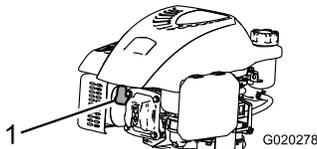

Figure 27
2. Débranchez le fil de la bougie (Figure 27) avant de procéder à un quelconque entretien.